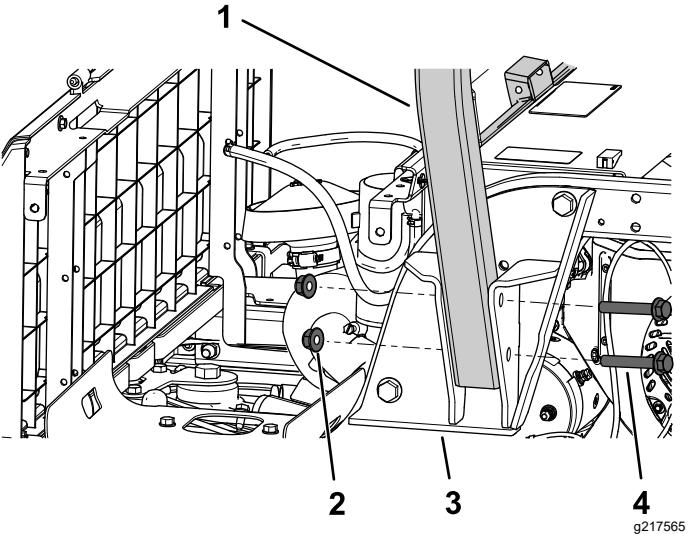

Bild 26
1. Befestigen Sie eine Seite des Überrollbügels mit zwei Bundkopfschrauben ($\frac{1}{2}$ " x $3\frac{1}{2}$ ") und zwei Sicherungsmuttern ($\frac{1}{2}$ ") an einer Überrollschutzhalterung, wie in Bild 26 abgebildet.